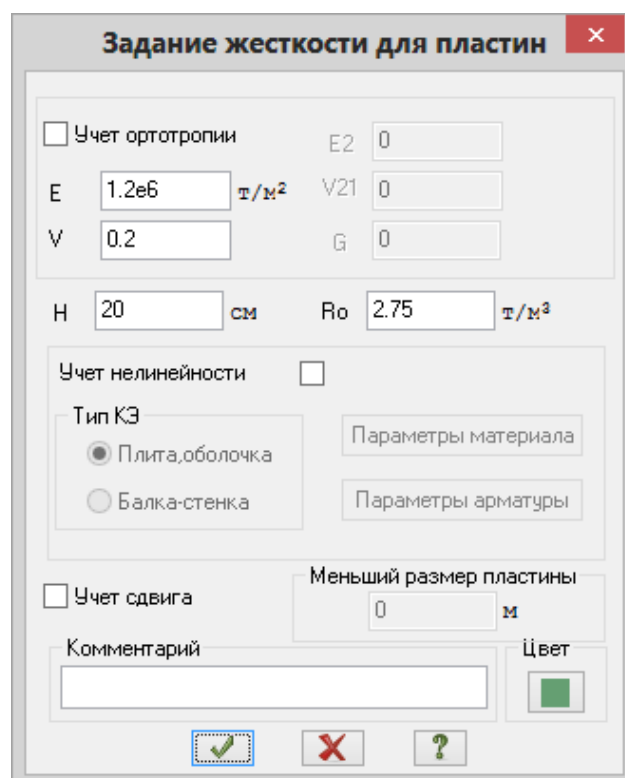

Рис.7.7. Диалоговое окно Задание жесткости для пластин
- В окне **Задание жесткости для пластин** (рис.7.7) задайте параметры сечения **Пластины** (для плиты перекрытия):